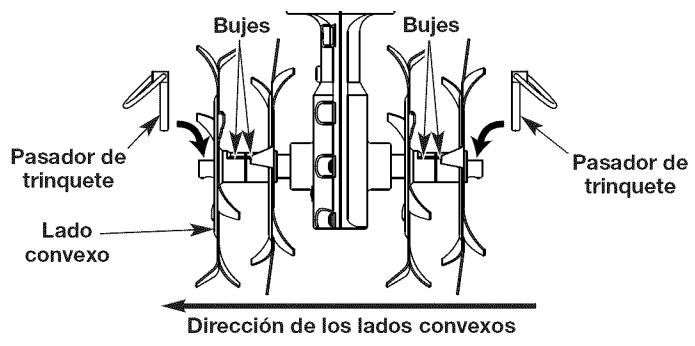

Fig. 9
- Quite los pasadores de trinquete de cada uno de los extremos del eje de los dientes (Fig. 9). Saque los dientes deslizándolos del eje.
- Coloque los dientes nuevos deslizándolos en su lugar con los núcleos mirando uno hacia el otro (Fig. 9).
- Asegure los dientes nuevos al eje con los pasadores de trinquete (Fig. 9).